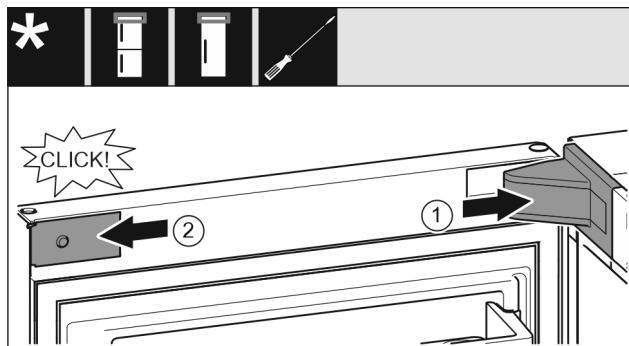

Fig. 20
- ▶ Poser et enclencher le cache du support de palier, l'introduire en appuyant délicatement. Fig. 20 (1)
- ▶ Mettre en place le cache latéralement et l'enclencher. Fig. 20 (2)